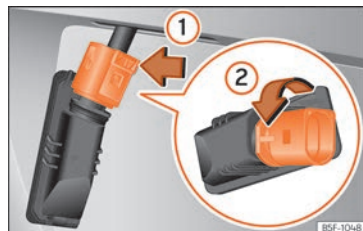

Abb. 64 Kennzeichenleuchte: Lampenhalter ausbauen.
- Auf die Verriegelung des Anschlusssteckers in Pfeilrichtung »» **Abb. 64** ① drücken und den Anschlussstecker abziehen.
- Lampenhalter in Pfeilrichtung »» **Abb. 64** ② drehen und mit der Glühlampe herausziehen.
- Lampenhalter in die Kennzeichenleuchte einsetzen und entgegen der Pfeilrichtung »» **Abb. 64** ② bis zum Anschlag drehen.